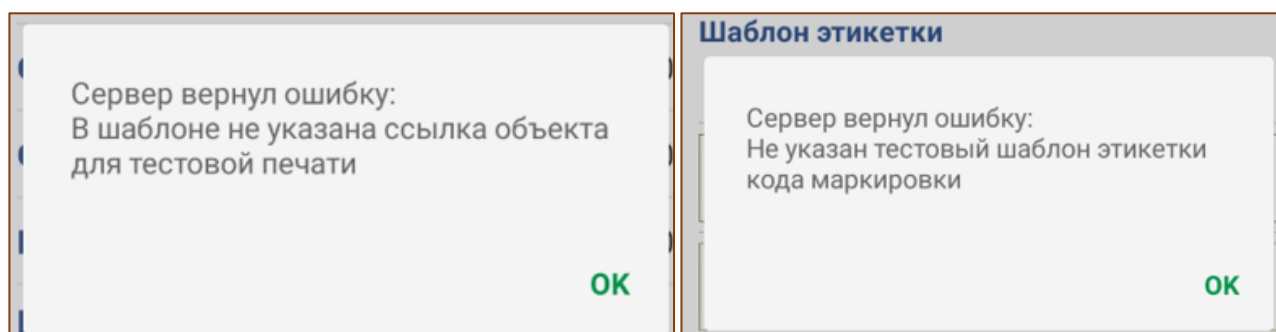

Рис. 5.12 – Ошибки тестовой печати этикеток
- Если одно из условий не будет выполнено, при попытке тестовой печати система сообщит об ошибке (Рис. 5.12).